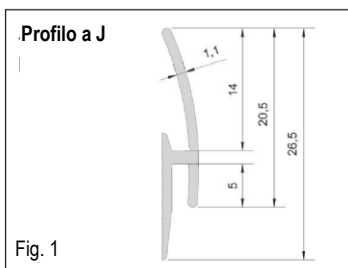

Fig. 1
- Applicare contemporaneamente pannello e profilo FIN'ALU al muro su cui è stata stesa la colla (vedere fig. 1).
- Posizionare e incollare il secondo pannello sull'altro lato della base di montaggio allo stesso modo del primo pannello (vedere fig. 1).